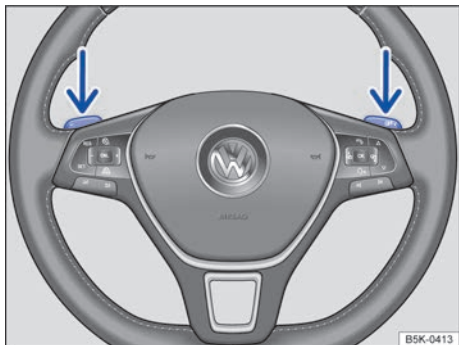

Fig. 93 Volante con selectores basculantes de Tiptronic.
- Presione la leva derecha → fig. 93 hacia el volante para aumentar la marcha.